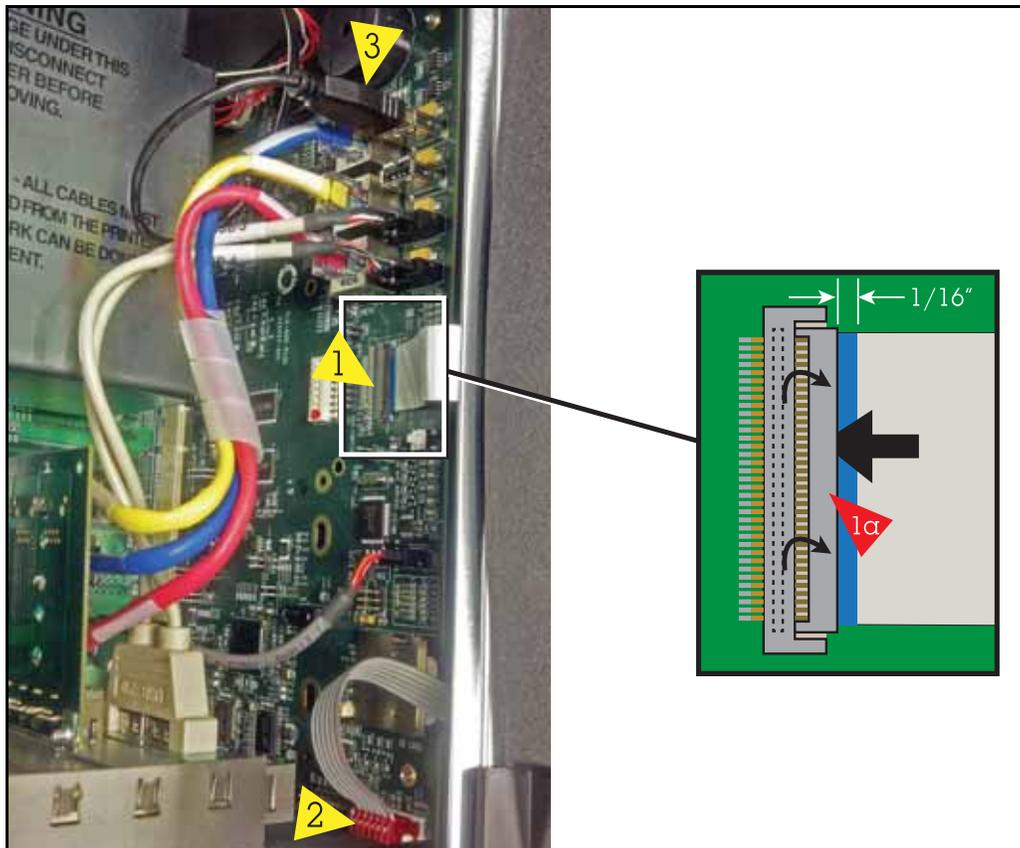

Figura 23. Conecte os cabos do visor de dados e das luzes de fundo dos LEDs na placa CPU
3. Conecte o cabo de dados do visor da tampa (seta 1) e o cabo das luzes de fundo dos LEDs (seta 2) nos respectivos conectores da placa CPU (ver Figura 23). Caso seja necessário, levante a lingueta de trava do cabo de dados do visor (1a na Figura 23) do conector da CPU e insira totalmente a ponta do cabo flat de dados do visor para dentro do conector. Depois, aperte a lingueta de trava (1a) até que esteja segura no conector. Verifique que o cabo de tira do visor de dados esteja seguramente acomodado no conector e que a lingueta esteja baixada, conforme mostrado na parte ampliada. Se estiver totalmente inserida, a ponta azul do cabo não estará mais que 2 mm (1/16") para fora do conector, conforme mostrado.